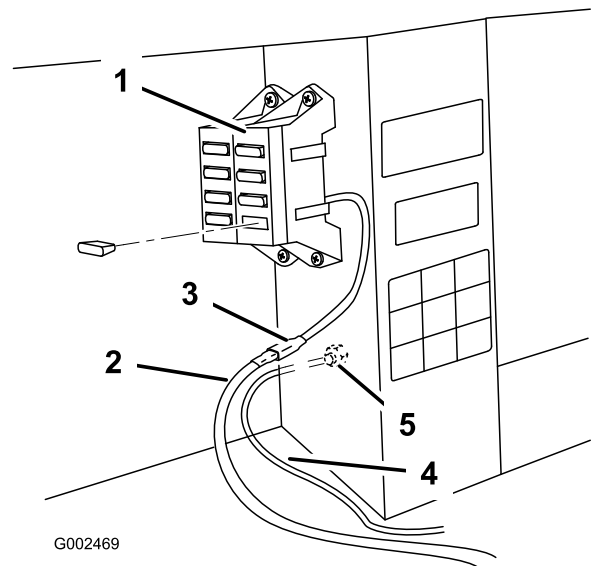

Bild 22
2. Schließen Sie den Ring am schwarzen Draht an die Erdungsschraube an (Bild 22).